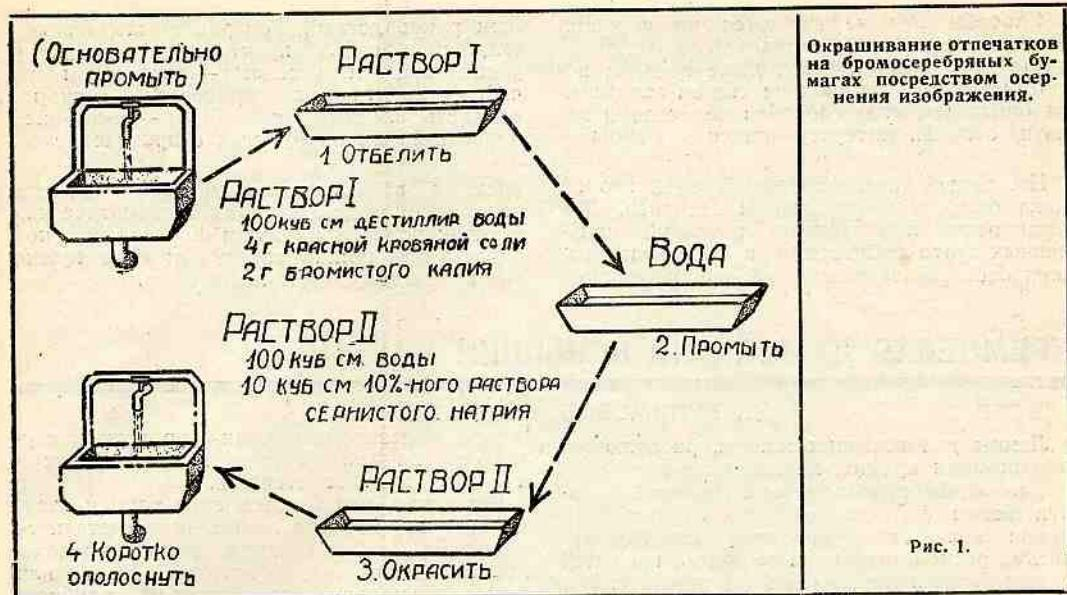

Рис. 1.
Работу эту не трудно произвести ребром небольшого трехгранных напильника. У обоих концов в железном стержне просверливают маленькие отверстия. В готовом виде железный стержень вставляется своим неосточенным концом в трубку. Теперь нужно найти упругую спиральную пружинку (3) с диаметром спирали, позволяющим вставить ее в трубку, и один конец пружинки присоединить к отверстию в железном стержне, а другой — к донышку трубки. Последним может служить четырехугольная металлическая крышка (4). Для укрепления пружинки к крышечке припаивают ушко (5). Во второе отверстие в железном стержне вставляют кольцо (6). Чтобы закончить эту часть, из железа или меди изготавливают спусковой рычаг (7) по форме, показанной на рисунке 2, и укрепляют его на оси. Последняя устанавливается на металлической вилочке, припаянной к трубке. Чтобы рычаг прижался к стержню, под ним укрепляют пружинку (8). Рычаг этот будет служить для закрепления стержня на взводе, поэтому в соответствующем месте на стержне делают надсечку (12—рис. 2). Теперь маленькая трубка с кремнем (9) и обеими колесиками (10) припаивается к большой трубке, так, чтобы зубцы колеса расположились между зубцами стержня. Затем из жести изготавливают запальная площадку (11) по форме и размерам, показанным на рис. 1—Г. В этой площадке прошливают отверстие (см. рис. 1), в которое